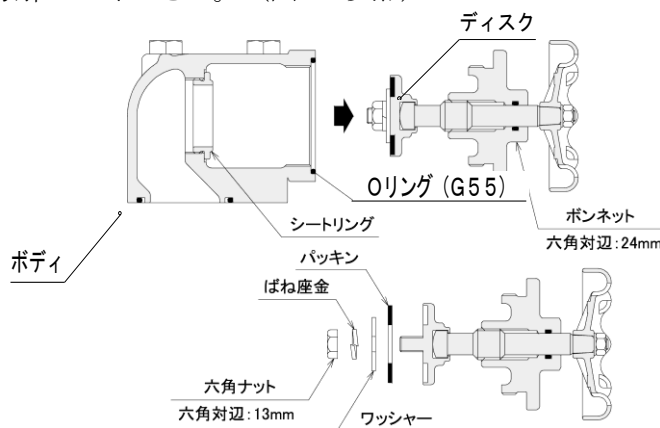

図 15. 排水弁詳細図
④ボンネット（六角対辺：24mm）を外してください。（図 15 参照）
⑤ディスクを分解してください。（図 15 参照）
⑦ディスクを組み立ててください。（図 15 参照）
⑧ボンネットをボディに組み付けてください。このとき、O リングを新品に交換してください。